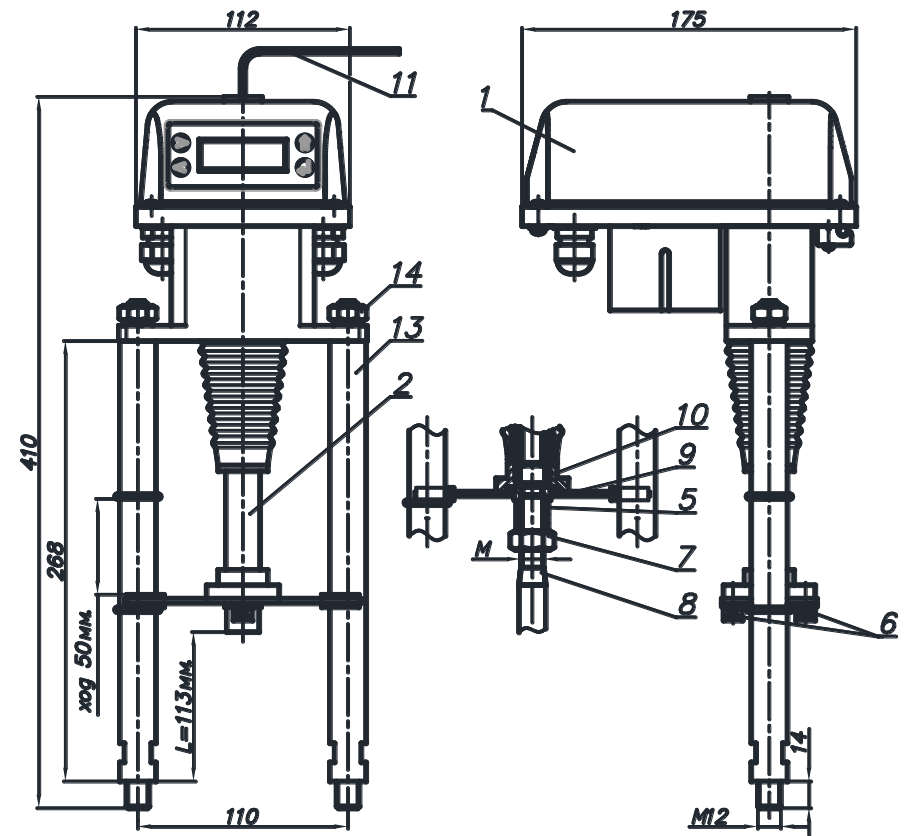

Рисунок 1 - ВЭП-221М
- электропривод (см. рис.1 – поз.1);
- винтовая передача (см.рис.1 – поз.2).